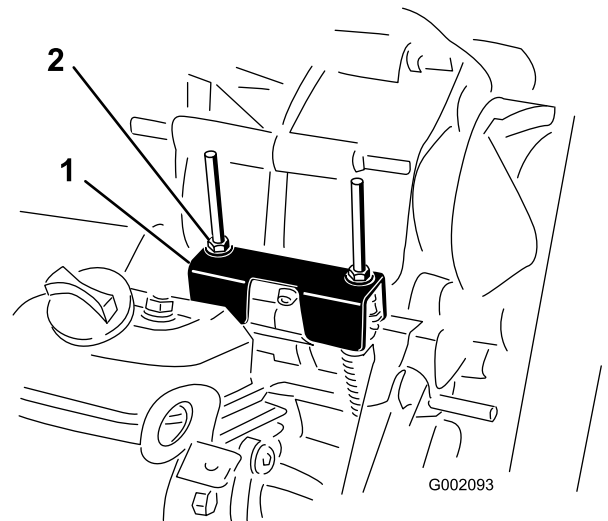

Figure 45
POINT MORT (Figure 45). La position POINT MORT de l'inverseur de marche commande le point mort de la boîte-pont. Pour vérifier que le point mort de l'inverseur de marche actionne correctement le point mort de la boîte-pont, procédez comme suit :
- Vérifiez que la patte de réglage du point mort est à la position POINT MORT (au même niveau que le support de fixation du câble situé sous la patte d'inversion de marche) en tournant l'embrayage d'entraînement (Figure 45).
- Tournez un des contre-écrous (Figure 45) pour obtenir un espace de 0,76 à 1,52 mm (0,03 à 0,06 po) entre le bas de l'écrou/la rondelle et la patte de réglage du point mort.